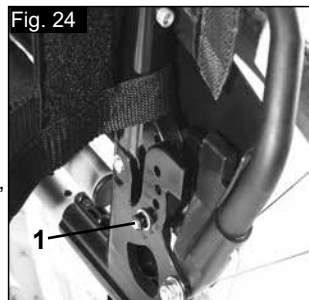

Fig. 24
O ângulo do encosto pode ser ajustado para 6 posições diferentes (-5° para a frente, 0°, 5°, 10°, 15° e 20° para trás). Para ajustar o ângulo, remova o parafuso (1), ajuste para o ângulo pretendido e depois reaperte o parafuso (Fig. 24).